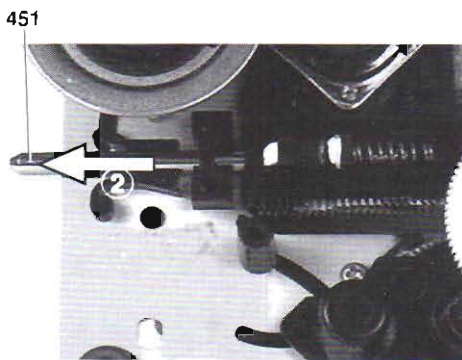

Fig. 11
- Führungsstange **451** in Pfeilrichtung **②** schieben und Lasereinheit abnehmen (Fig. 11).
- Move the guide rail **451** in the direction of arrow **②** and remove the laser pick-up (Fig. 11)